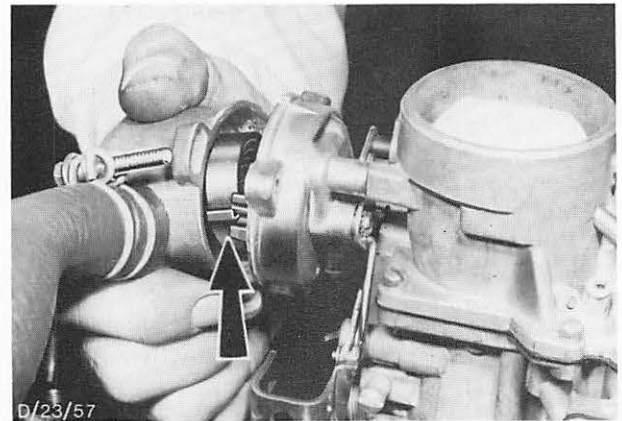

Abb. 104 Wassergehäuse – Startautomatik komplett abbauen
5. Schrauben (3) entfernen, Wassergehäuse mit Thermofeder komplett abbauen und vom Vergaser weglegen. Dichtung entfernen. Abb. 104.